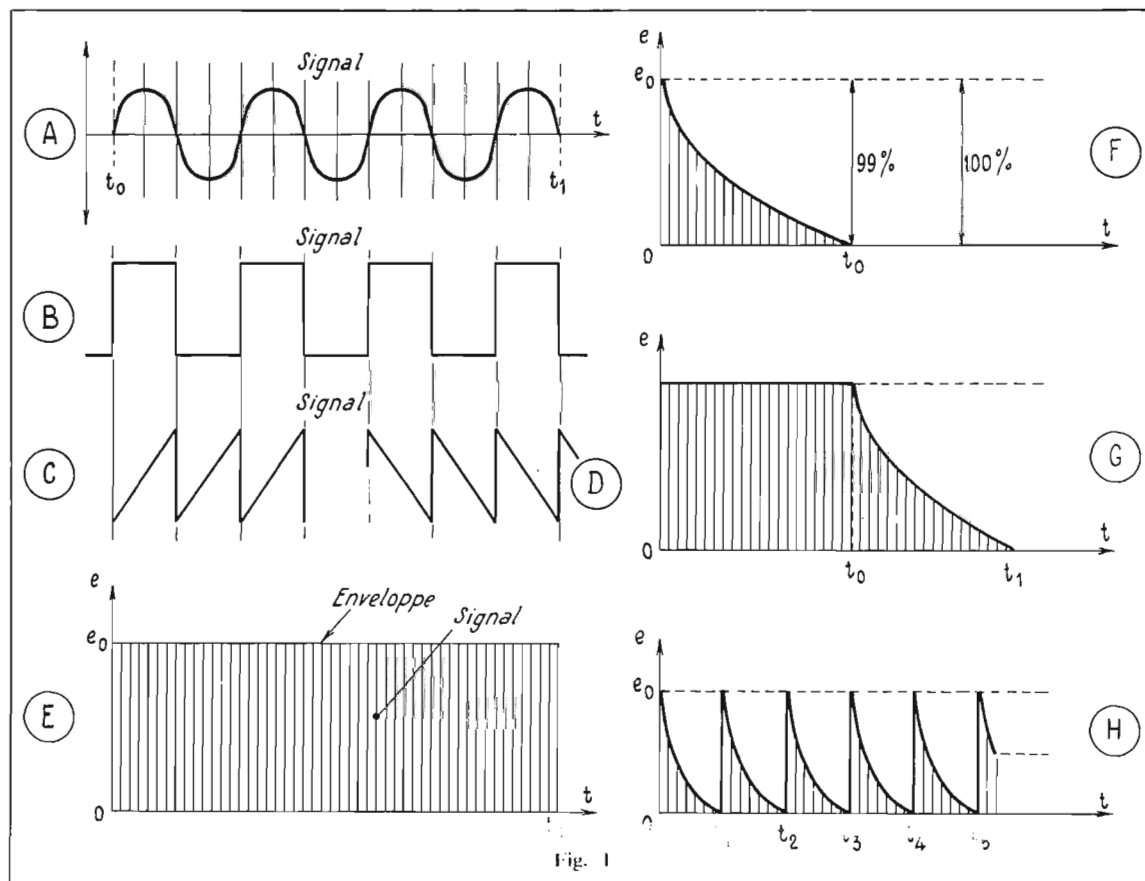

Fig. 1
A la figure 1, on indique en (A) (B) (C) et (D) la forme d'un signal ininterrompu, par exemple sinusoïdal, rectangulaire ou en dents de scie.
Le signal commence à un temps $t = t_0$, au moment où l'exécutant appuie sur une touche. Il cesse dès que l'exécutant cesse d'appuyer sur la touche. C'est donc un signal constant dont la durée est $t_1 - t_0$, celle-ci dépendant de l'exécutant. L'amplitude du signal **ininterrompu** (terme préférable à **continu**, celui-ci pouvant induire en erreur) est constante et il est possible de représenter l'**amplitude** de la tension, par exemple, par une droite parallèle à l'axe des temps, comme le montre la figure 1 (E). Si le signal commence à $t = 0$ et s'arrête à $t = t_1$, sa durée est t_1 et t_1 peut avoir une valeur quelconque, très faible (par exemple 1 s) ou très longue (par exemple 30 s).
Un signal percuté est celui qui, au temps $t = 0$, prend instantanément la valeur maximale, par exemple $e = e_0$ (voir Fig. 1 F)
est le Sustain (terme anglais) qui est représenté en (G) figure 1. A partir du temps $t = 0$, le son se **maintient** jusqu'à $t = t_0$ puis décroît rapidement pour tomber pratiquement à zéro au temps $t = t_1$. C'est en quelque sorte un son à percussion retombée. En français on dira soutien.
L'effet représenté en (H) figure 1 est celui de **répétition électronique**. Un signal d'amplitude constante comme celui de (E) est découpé par des effets de percussion aux temps t_1, t_2, \dots, t_n , cet effet pouvant être mis en action pendant la durée désirée par l'exécutant. Le procédé peut être électronique.
Les « rythmeurs », instruments de musique électronique, donnent des sons répétés (Fig. 1 H). Ces genres de sons peuvent servir d'accompagnement pour « œuvres musicales » primitives ce qui permet aux compositeurs de simplifier leur travail concernant l'accompagnement. Les répétitions se font à périodes égales et de ce fait, les instrumentistes sont obligés de jouer à la même cadence. Il est toutefois possible